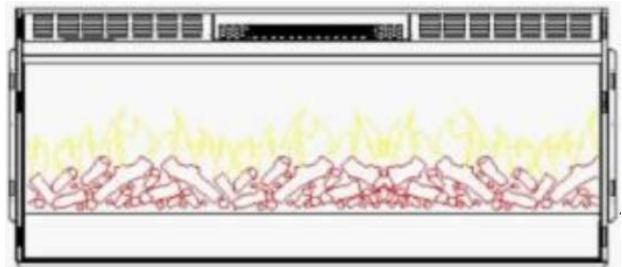

Figura 1.
- C.** Collocare l'apparecchio rivolto verso il basso su una superficie morbida e non abrasiva. Rimuovere la staffa dal retro dell'unità rimuovendo le viti, fare riferimento alla Figura 1.
- B.** Se vuoi il tuo caminetto con il set di ceppi, rimuovi il set di ceppi dalla confezione, mettilo sul camino luogo progettato. **Figura 1.**